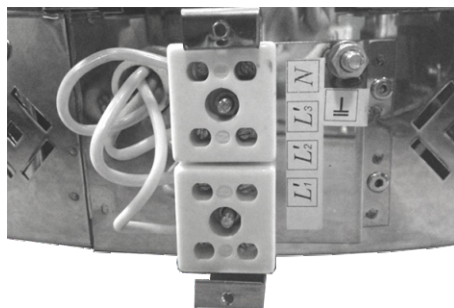

Рис. 1 Клеммник
- 5.2.** Вывернув два самореза, снять крышку клеммника. В соответствии с монтажной схемой (рис. 1 и 2) подключить провода в термостойкой изоляции к клеммнику ЭНУ.